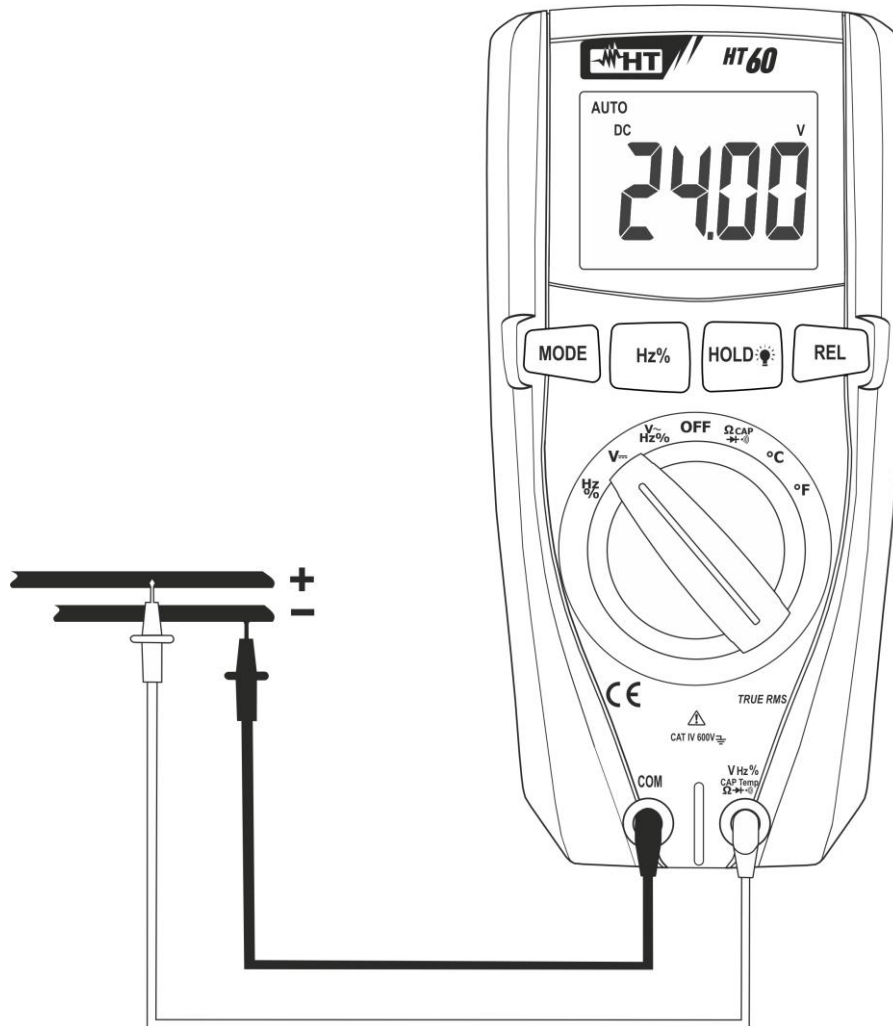

Fig. 2: Uso do instrumento para a medição de Tensões CC
3. Colocar a ponteira vermelha e a ponteira preta respetivamente nos pontos com potencial positivo e negativo do circuito em exame (ver Fig. 2). O valor da tensão é apresentado no display
5. A visualização do símbolo "-" no display do instrumento indica que a tensão tem sentido oposto em relação à conexão da Fig. 2